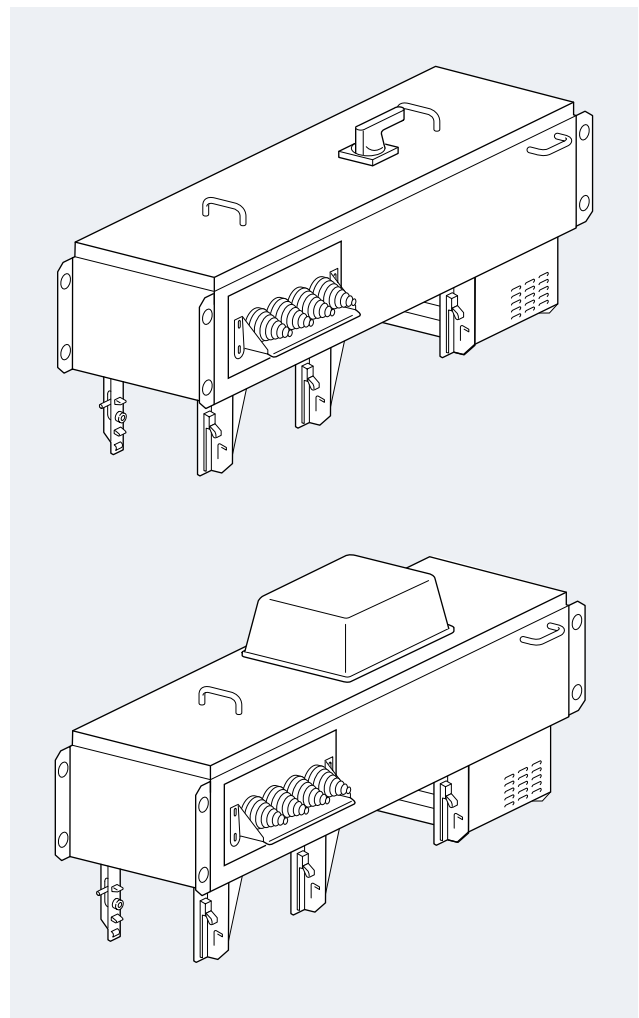

Abb. 5/8: Leistungsschalterabgangskästen 3VL mit $I_e = 1.250 \text{ A}$; oben: mit Handantrieb; unten: mit Motorantrieb
- Schwarzer Drehgriff für Handantrieb oder Variante mit Motorantrieb verfügbar (Abb. 5/8).